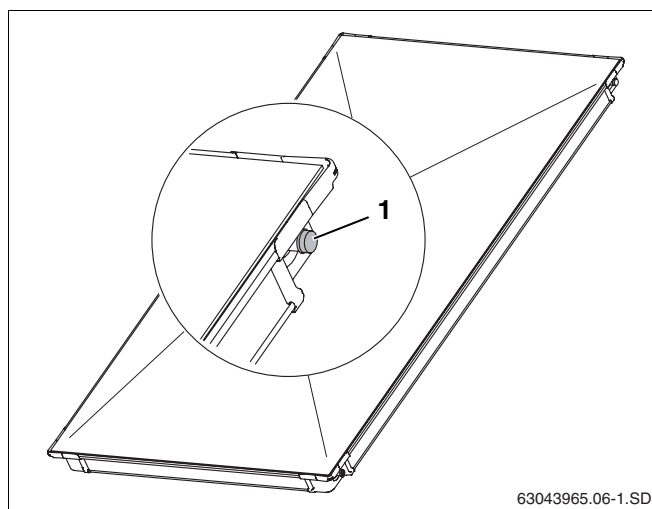

Fig. 5 Cappucci in gomma per gli attacchi dei collettori
- Rimuovere i cappucci in gomma (fig. 5, **pos. 1**) solo poco prima del montaggio.